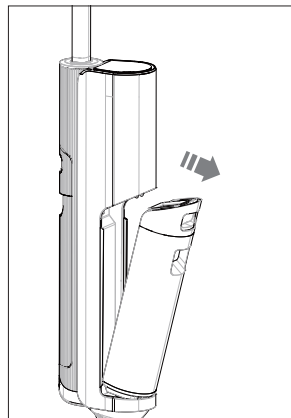

Fig. 8 – Rimozione del serbatoio dell'acqua
- ▶ afferrare l'impugnatura incassata del serbatoio dell'acqua sporca (7) e premere verso il basso il tasto di sblocco del serbatoio dell'acqua sporca (6).
- ▶ Estrarre il serbatoio dell'acqua sporca dal corpo dell'apparecchio (**vedere Fig. 8**).